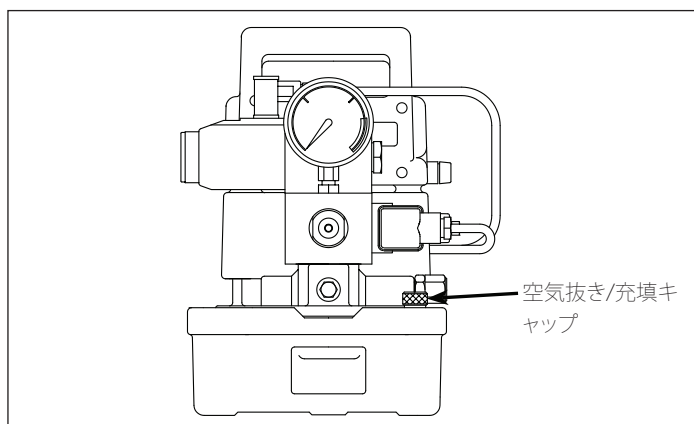

図4 空気抜き/充填キャップ
空気抜き/充填キャップを外して、オイルレベルを点検します (図4参照)。オイルレベルが空気抜き/充填キャップの開口部の下 1 cm [1/2 inch] の位置になるまで、Enerpac油圧オイルを補充します。
1. タンクの上右端にある空気抜き/充填キャップを外します(図4参照)。